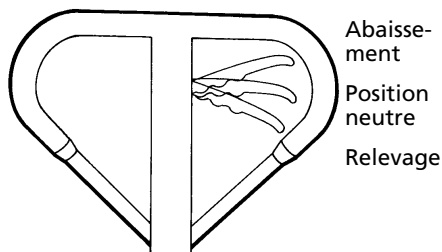

Figure 7 – Levier de commande
6. Placer le levier de commande de montée/descente en position d'ABAISSEMENT (position haute) (voir Figure 7). Actionner le manche plusieurs fois pour évacuer l'air de la pompe.
Le levier de commande à trois positions fonctionne de la façon suivante (voir Figure 7) :